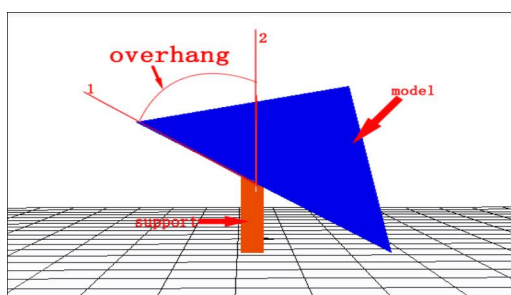

图 21，悬垂角度示意图，图中射线 1 和射线 2 的夹角即为悬垂角度
(2)需支撑的悬垂角度（度）：取值 0° - 90° ，当支撑垂直方向与模型接触面的夹角(overhang，如图 21)大于此取值时，切片软件会自动增加支撑结构防止这些部位因为重力的原因在打印过程中掉落。该夹角的大小会影响支撑结构的数量，值越小需要支撑的部位就越多，在某些复杂模型中支撑太多会很难去除。该项默认设置为 60° ，当打印经验较丰富时可自行更改。